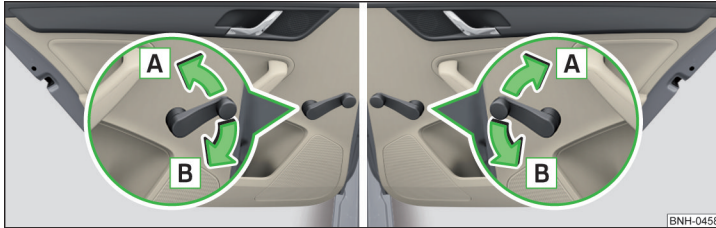

Abb. 37 Fensterbedienung: links/rechts
- Zum **Öffnen** die Kurbel in Pfeilrichtung **A** drehen » Abb. 37.